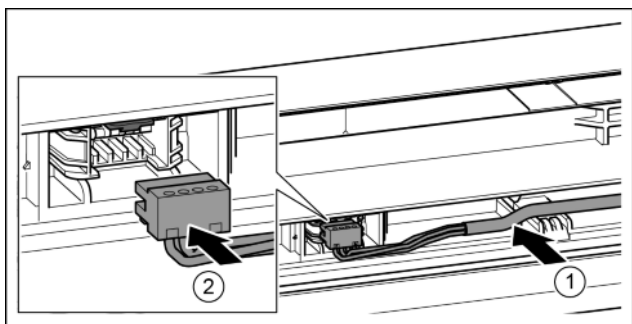

Fig. 42
- ▶ Вставить серый кабель в направляющую в верхней двери. Fig. 42 (1)
- ▶ Зафиксировать штекер. Fig. 42 (2)